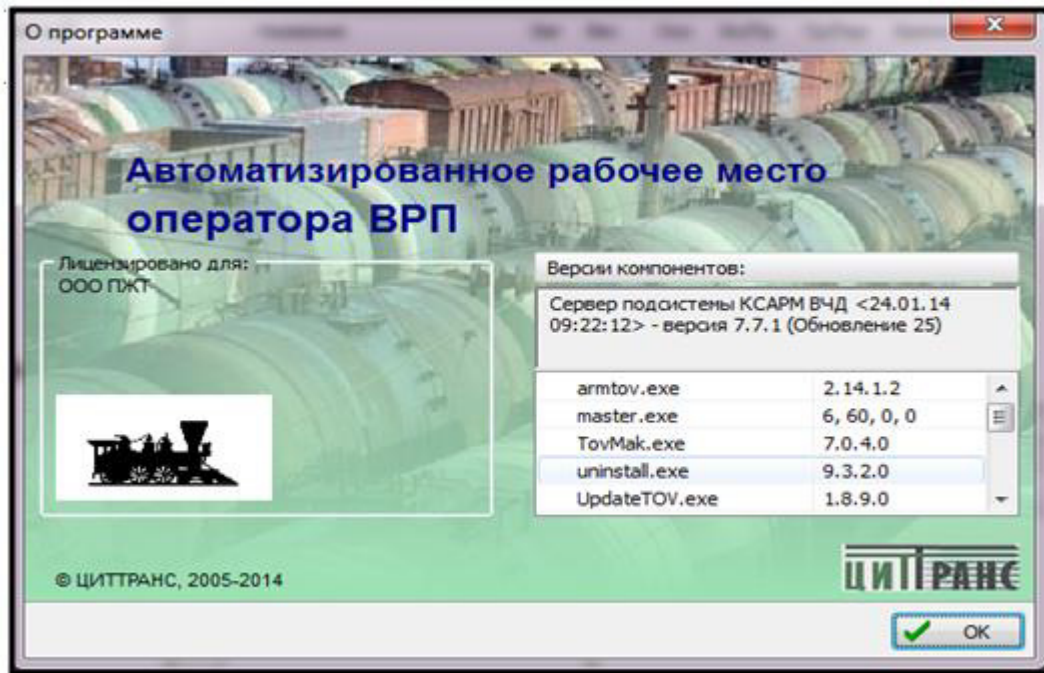

Рисунок 8 - Окно АРМ ВРП – о программе
**Помощь** – сведения о владельце и компонентах программы и их версиях (см.рис.8):